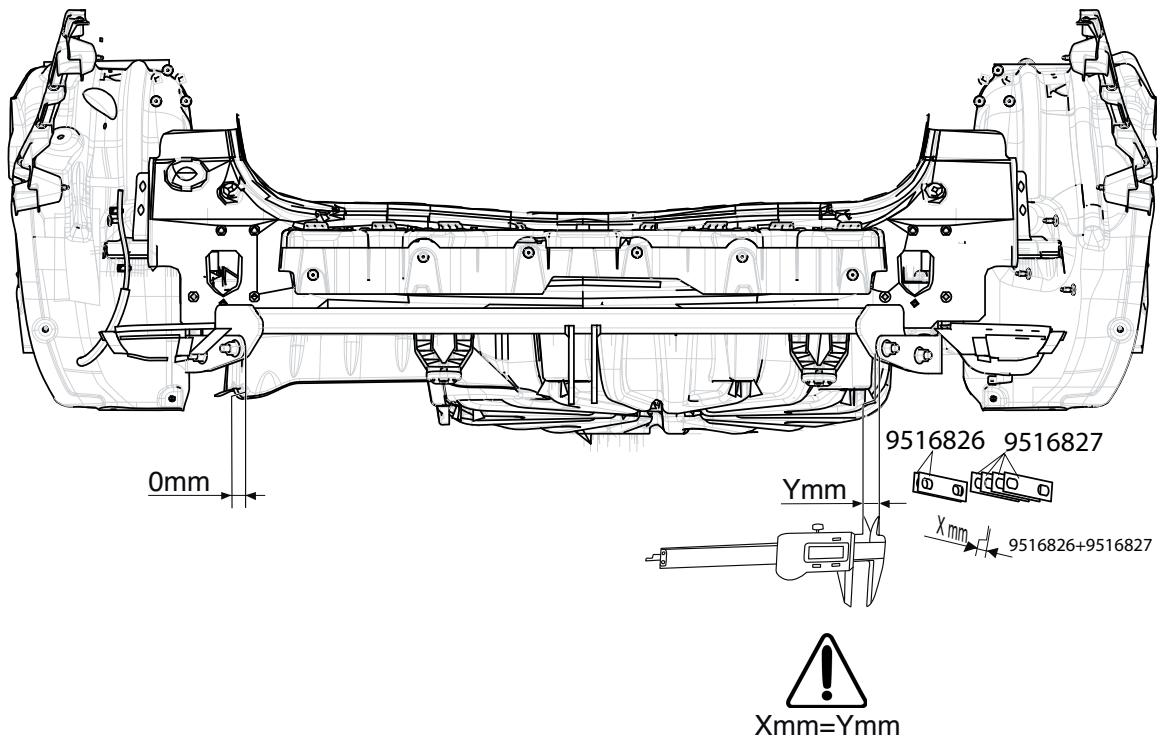

Fig. 2
7. Установить поперечный брус Д между опорами В в точках Е и F вместе с наполняющими пластинами, затянув крепежный материал не до конца. См. рисунок 2.